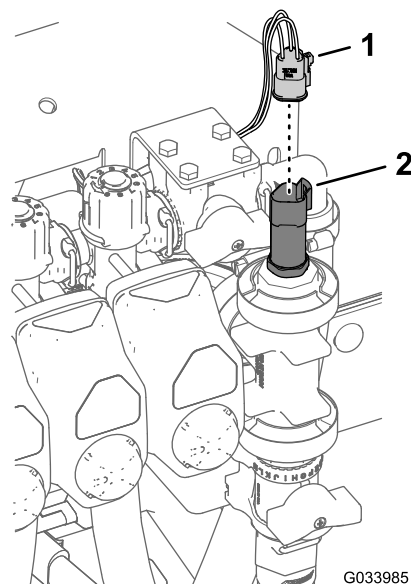

図 35
3. 制御バルブブラケットをマニホルドマウントに組み付ける 図 35 フランジヘッドボルト 6 x 16 mm 4 本とフランジロックナット 6 mm 4 個を使用し、ボルトを 10-12 N·m 1.0-1.2 kg.m = 86-106 in-lb にトルク締めする。
5. 水圧トランスデューサ用の3ソケットコネクタを接続する 図 35。